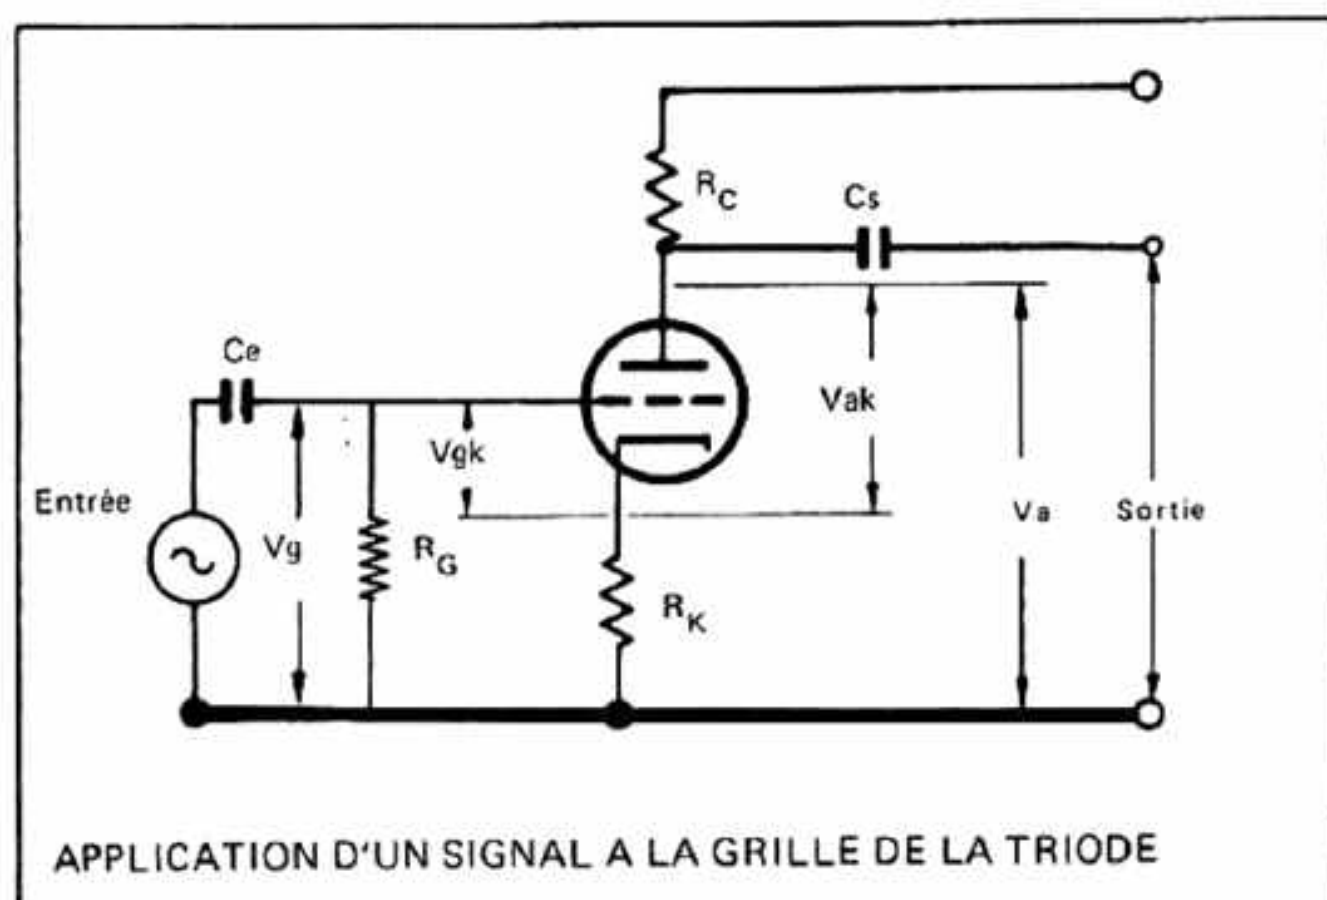

Figure 1
La figure 1 représente le schéma type d'un AMPLIFICATEUR avec une TRIODE.
**NOTE :** Sur la figure 1 nous avons mentionné la tension  $V_{ak}$ . En effet, en théorie pure, toutes les tensions relatives à un tube sont données par rapport à la cathode et non par rapport à la masse.